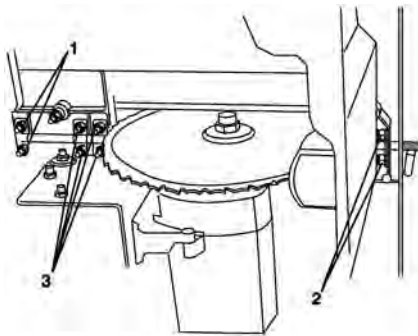

fig. 7 – alinhamento da lâmina de serra
2. Remova as partes móveis da mesa e vire a máquina para o lado esquerdo, para ter acesso aos parafusos de ajuste (1, 2 e 3) conforme fig. 7.